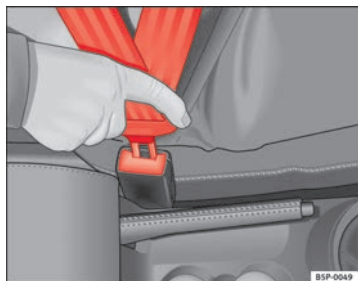

Fig. 11 Boîtier de verrouillage et pêne de la ceinture de sécurité
- Enfoncez le pêne dans le boîtier de verrouillage solide du siège jusqu'à ce qu'il s'enclenche de manière audible ⇒ fig. 11.